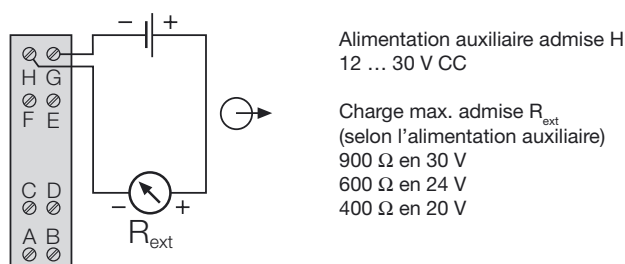

Fig. 5
Connecter les lignes de la sortie de mesure (sortie analogique et alimentation auxiliaire) (H) aux bornes et (G) selon Fig. 5.